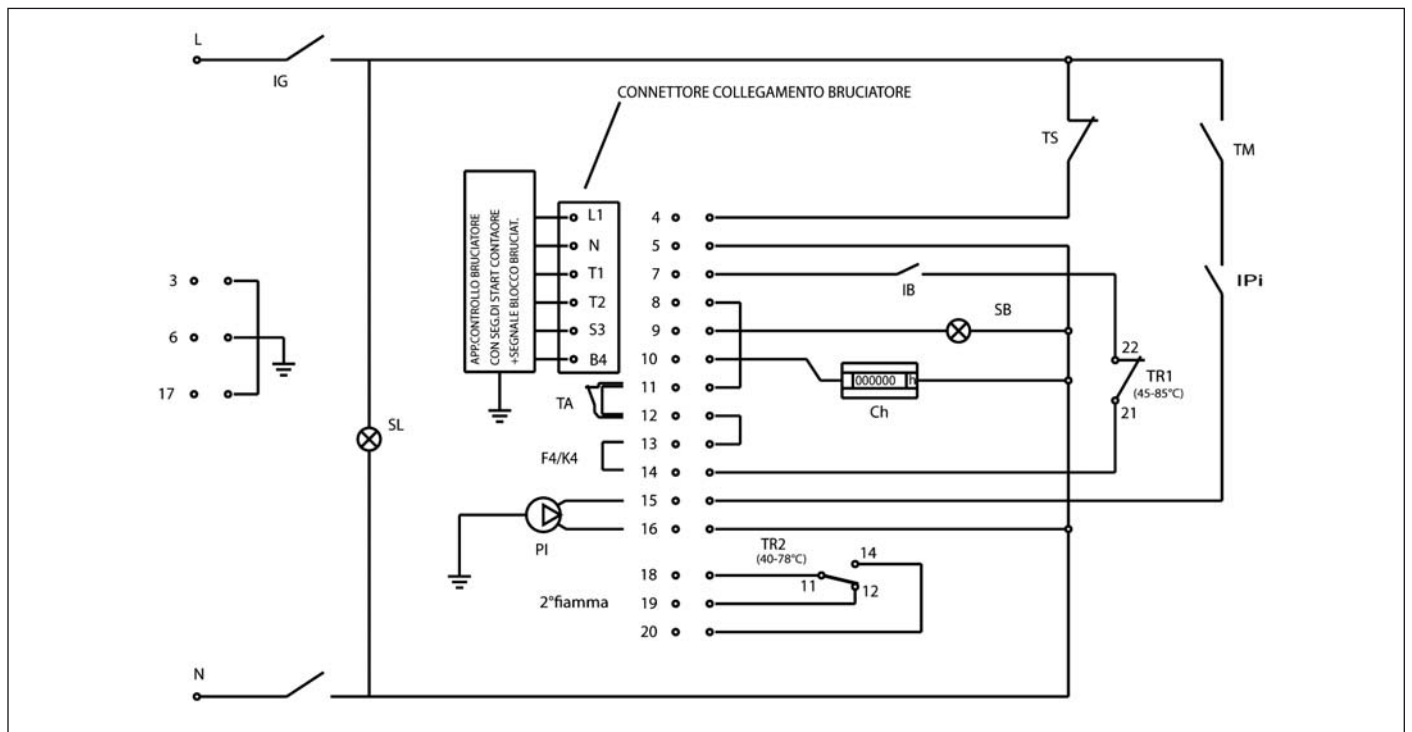

Fig. 17
7.2 Schema elettrico per bruciatore e pompa monofase (Fig. 17)
10.4 Pulizia della caldaia (Fig. 17)